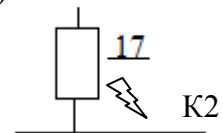

Рис. 3, а-д Схемы преобразования
1.4.4 Вычислить по схеме преобразования рис. 3, а-б относительные сопротивления:
1.4.5 Рассчитать по схеме преобразования рис. 3, в:
1.4.6 Вычислить по схеме преобразования, рис. 3, г:
1.4.7 Рассчитать по схеме преобразования, рис. 3, д: